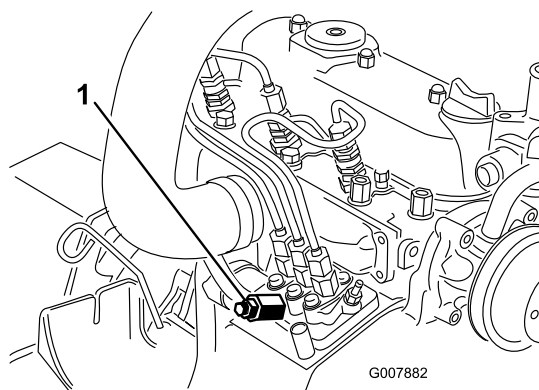

Figura 43
3. Coloque un trapo debajo del tornillo de purga de aire de la bomba de inyección de combustible, y abra el tornillo (Figura 43).